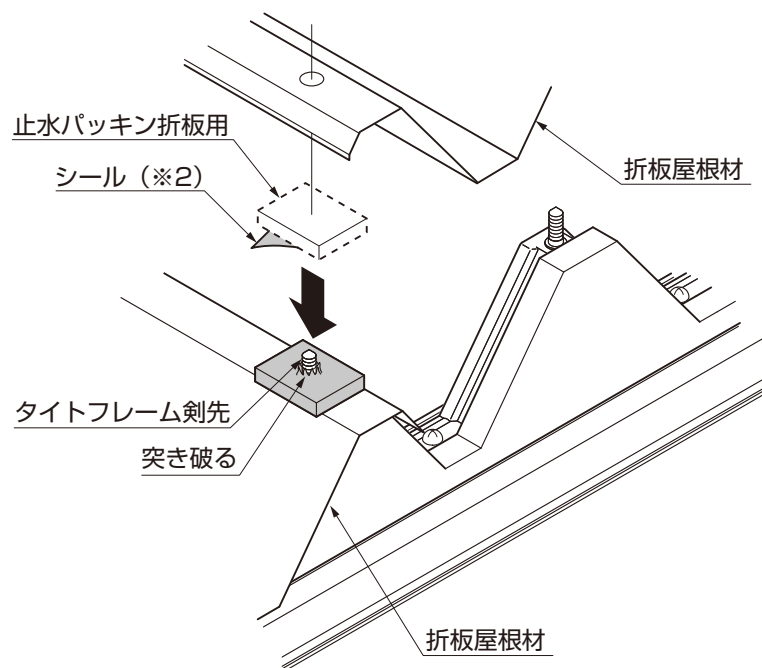

図16-9
- ① 止水パッキン折板用の裏板シール（※2）をはがし、正面（シャッター側）の横樋梁用のタイツフレームからでている剣先を突き破って貼付けてください。（図16-7、図16-9参照）
- ④ 止水パッキン折板用の裏板シール（※2）をはがし、折板屋根材の重ね合わせ部の剣先を突き破って、貼付けてください。その後、2枚目以降の折板屋根材を載せてください。（図16-8、図16-9参照）